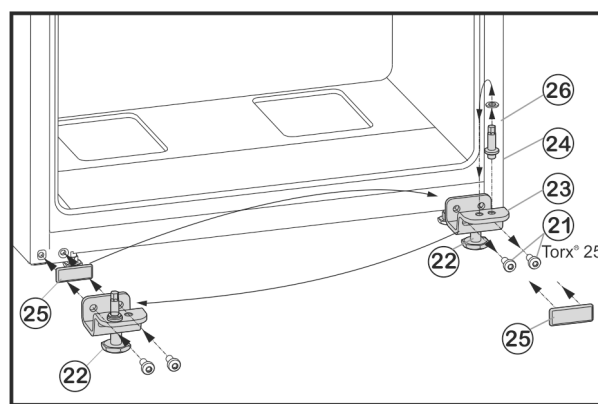

Fig. 6
- ▶ Deșurubați șuruburile de fixare Fig. 6 (21).
- ▶ Scoateți suportul lagărului inferior Fig. 6 (23) complet, cu bolțul suportului Fig. 6 (24), șaiba Fig. 6 (26) și piciorul reglabil Fig. 6 (22).
- ▶ Deșurubați bolțul suportului Fig. 6 (24) complet cu șaiba Fig. 6 (26) și montați-o invers în orificiul de preluare a suportului lagărului, strângeți din nou fix.
- ▶ Scoateți cu precauție placa de mascare Fig. 6 (25) și instalați-o pe partea opusă.
- ▶ Înșurubați din nou ferm suportul lagărului inferior Fig. 6 (23) complet, cu bolțul suportului Fig. 6 (24), șaiba Fig. 6 (26) și piciorul reglabil Fig. 6 (22) pe noua parte a șarnierei, este cazul cu ajutorul unei mașini de înșurubat (cu 4 Nm).
- ▶ Așezați ușa inferioară de sus pe bolțul lagărului Fig. 6 (24).
- ▶ Deșurubați piciorul reglabil Fig. 6 (22) de la suportul lagărului inferior Fig. 6 (23), până când acesta se așează pe sol.